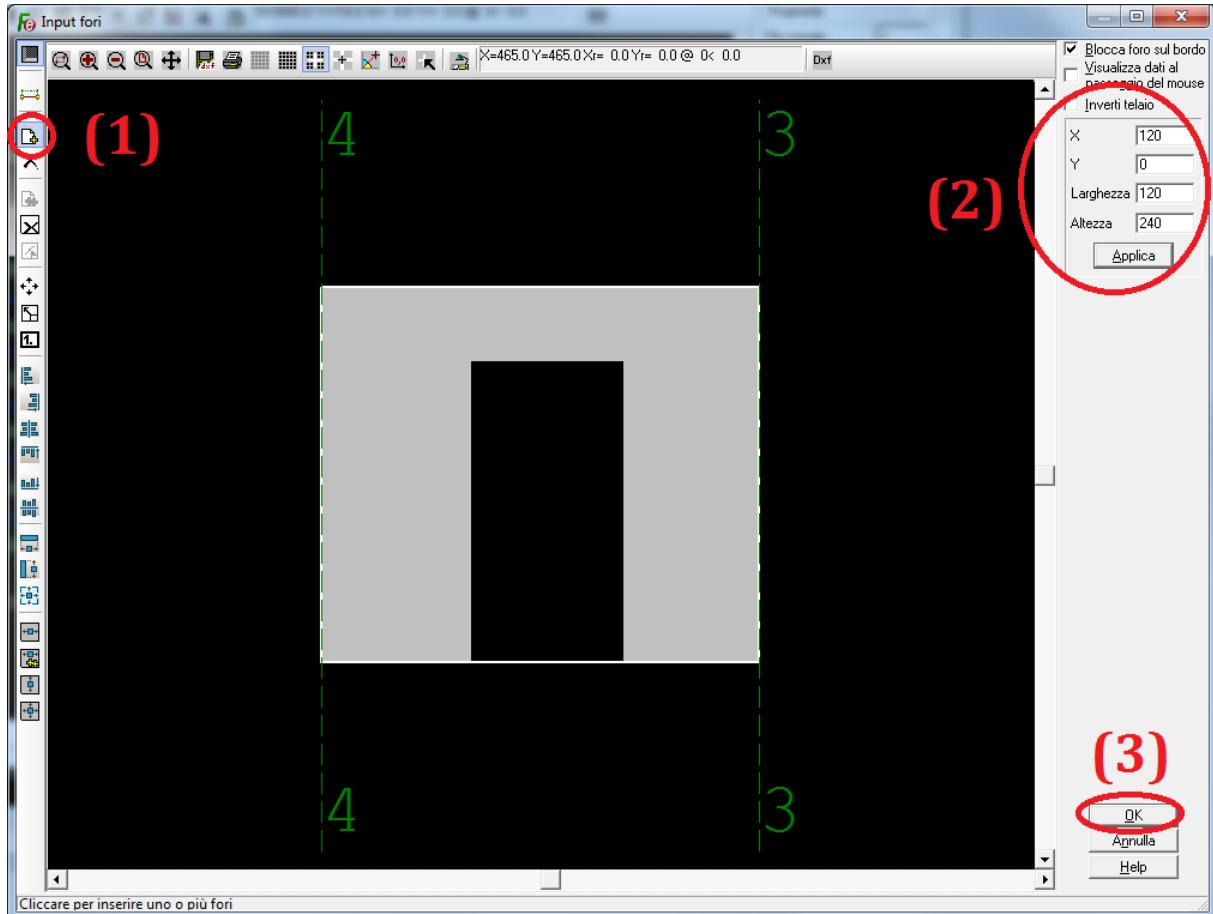

Figura 87
Nella finestra “*Input Fori*”, con riferimento alla figura 87, cliccare sul tasto “*Introduci*” (1) fare un box all’interno del pannello selezionato e modificare i parametri (2) per come illustrato in figura.